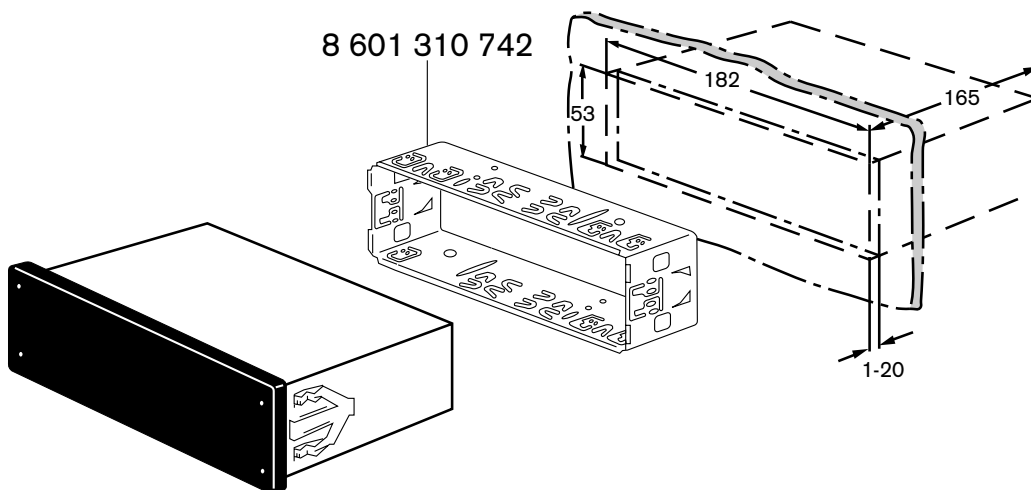

Fig. 1
**Hinweis:**Die zum Lieferumfang dieses Autoradios gehörende Halterung ermöglicht den Einbau in Fahrzeugen mit DIN-Autoradioausschnitt von 182 x 53 mm, 165 mm Einbauraum und einer Instrumententafeldicke im Bereich der Befestigungslaschen von 1 - 20 mm, siehe Fig. 1.
Halterung in den Ausschnitt einsetzen und entsprechend die Befestigungslaschen mit einem Schraubendreher umbiegen, siehe Fig. 1, 2.
By means of the support included in delivery you can mount the set in cars with a DIN car radio cutout of 182 x 53 mm, an installation depth of 165 mm and an instrument panel thickness around the fixing clips of 1 - 20 mm, see fig. 1.
Insert the support into the cutout and bend the appropriate fixing strips with a screwdriver, see fig. 1, 2.
A l'aide du support inclus dans le jeu de montage vous pouvez monter le poste dans des voitures qui disposent d'une découpe DIN de 182 x 53 mm, d'une profondeur de 175 mm et d'une épaisseur du tableau de bord de 5,2 - 6,3 mm autour des éclisses de montage, voir fig. 1.